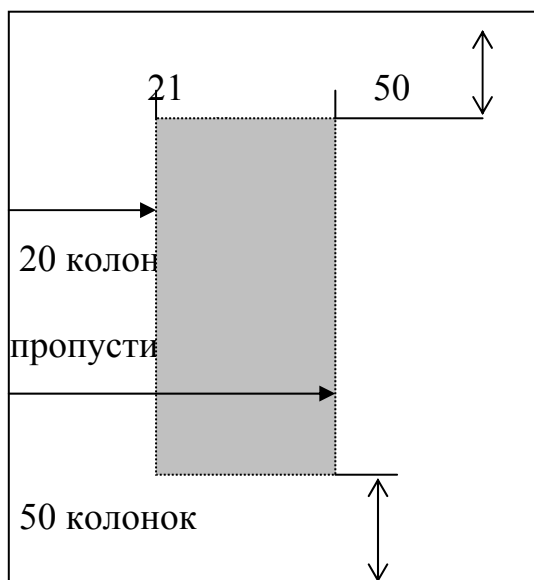

Рис. 9
- 7.2. и команды **ESC I[20]** и **ESC Q[50]**, которые определяют начало левой границы печати с 21 колонки и конец границы печати на 50 колонке включительно. Действие команд отражает рис.9.